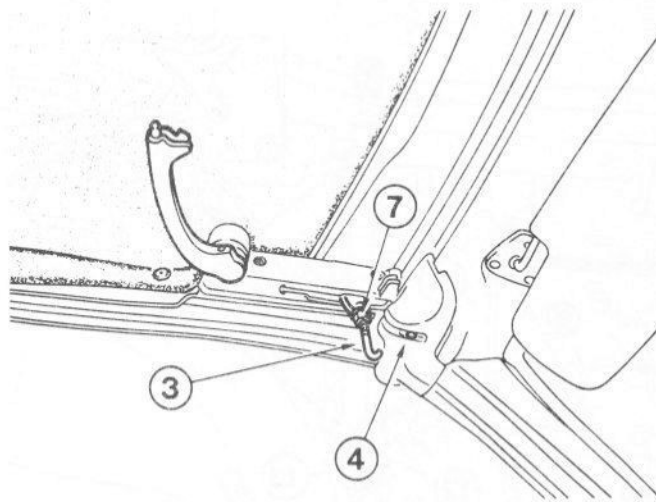

Fig. 13.128 Les crochets (3) doivent aligner avec leurs gâches (4). Noter le contre-écrou de la gâche (7) - modèles Cabriolet (Sec 21)
36 Déplier complètement la capote et vérifier que les crochets dans ses coins avant sont alignés avec les gâches - voir Fig. 13.128. Si les crochets et les gâches ne sont pas alignés, déplacer les supports de soutien de capote (1 et 2) Fig. 13.127 - trous de boulon allongés - jusqu'à ce que l'alignement soit satisfaisant.
38 Il est possible de régler l'effort de la poignée en desserrant les contre-écrous (7) Fig. 13.128, et en ajustant la longueur des crochets pour obtenir un effort à la poignée d'environ 5 N.